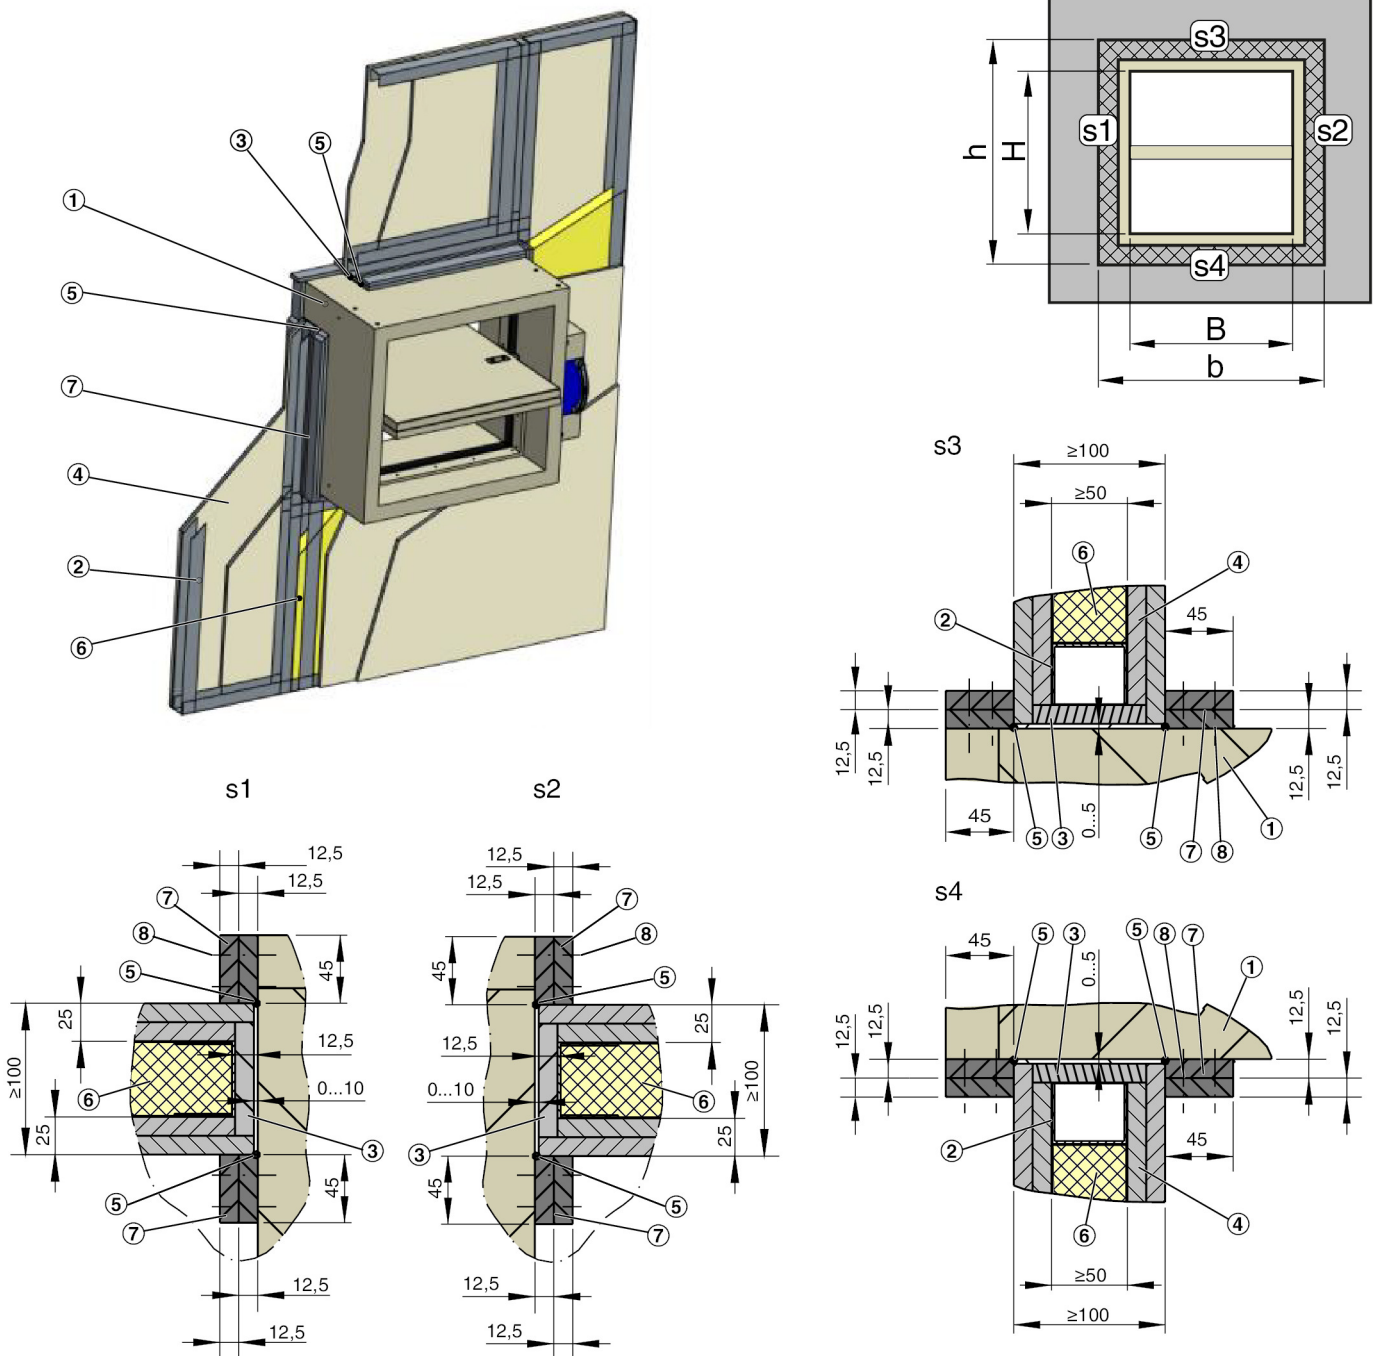

Abb. 16: Trockeneinbau in Leichtbauwand, Einbauvariante b, Klassifizierungsindex: v_{ew}
1. ▶ Einbauöffnung fachgerecht herstellen, siehe Abb. 16 .